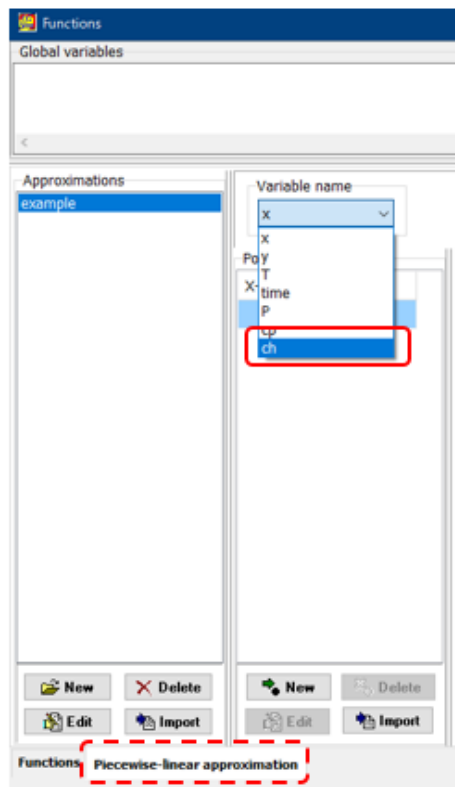

図 5. Function /Piecewise-linear 設定画面
- Functions で使用できる変数の追加 (ch: 対称軸上の結晶高さ) (図 5)